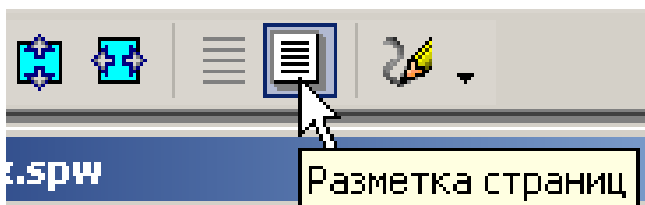

Рис. 35
9) Для заполнения основной надписи перейдите в режим **Разметка страниц**, рис. 35.